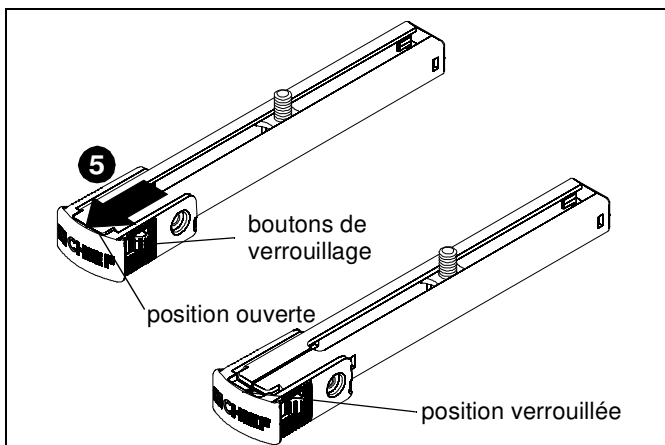

Figure 5
5. Appuyez fermement sur les boutons de verrouillage situés sur le pied du SLBU/SLMU (B) en repoussant simultanément le couvercle enclipsé de la patte de fixation des montants coulissants fournis, jusqu'à ce que le couvercle enclipsé soit en position verrouillée. (See Figure 5)